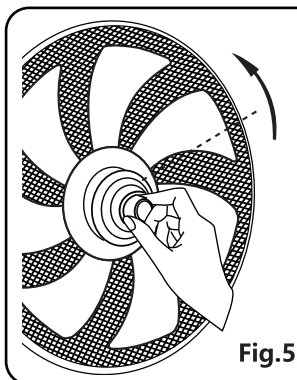

Fig.5
2. Montare le pale sull'albero. Accertarsi che il perno dell'albero del rotore si inserisca nella scanalatura delle pale. Ruotare la manopola in senso antiorario per stringere le pale. (Fig.5)